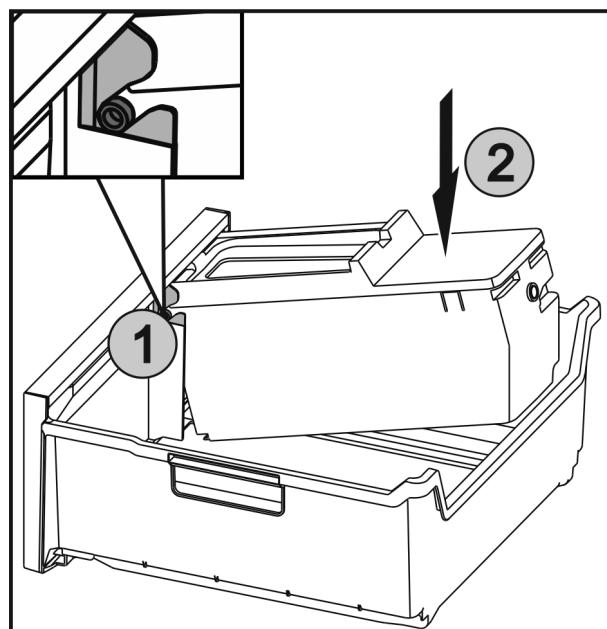

Fig. 54
- Вставити осі Fig. 54 (1) на EasyTwist-Ice у напрямні та натискати на задню сторону Fig. 54 (2) до фіксації накладки.